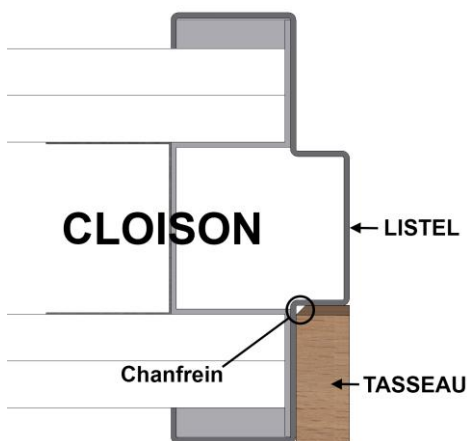

Figure 1
- **Tasseau dans feuillure/contre feuillure :** Retirer le film adhésif du double-face et positionner le tasseau d'habillage de manière à avoir le chanfrein en fond de feuillure (voir **figure 1** à la page 9)
- **Tasseau dans feuillure/contre feuillure :** Retirer le film adhésif du double face et insérer le tasseau d'habillage entre les deux autres tasseaux déjà en place sur les montants, côté double face contre le listel de la traverse de l'huissérie existante (voir **figure 1** à la page 9)
*(voir Figures 1,2 & 3 à la page 9)